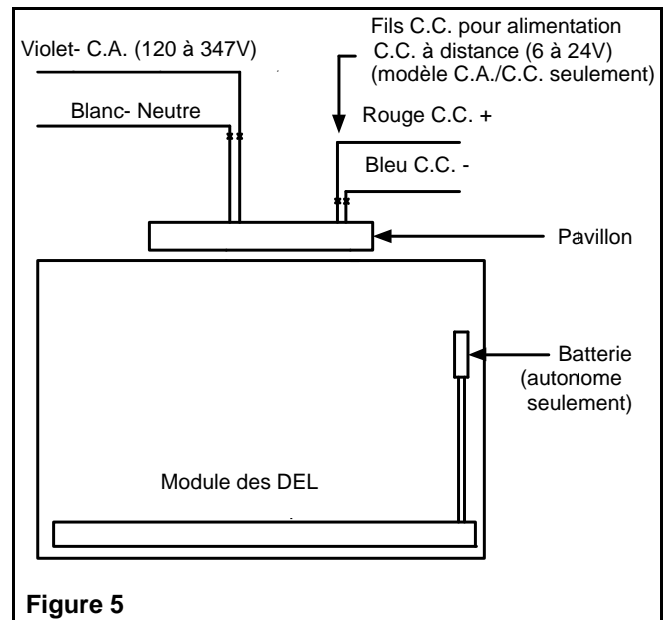

Figure 5
4. Effectuer les connexions nécessaires, notre système accepte une tension d'entrée de 120 à 347 VCA (voir Figure 5). Connecter les fils de couleur violet (120 à 347 VCA) et blanc (neutre) au service du bâtiment. Ranger l'excès de fils dans la boîte de jonction.
Se rapporter au câblage C.A. ou C.C. de la figure 5.